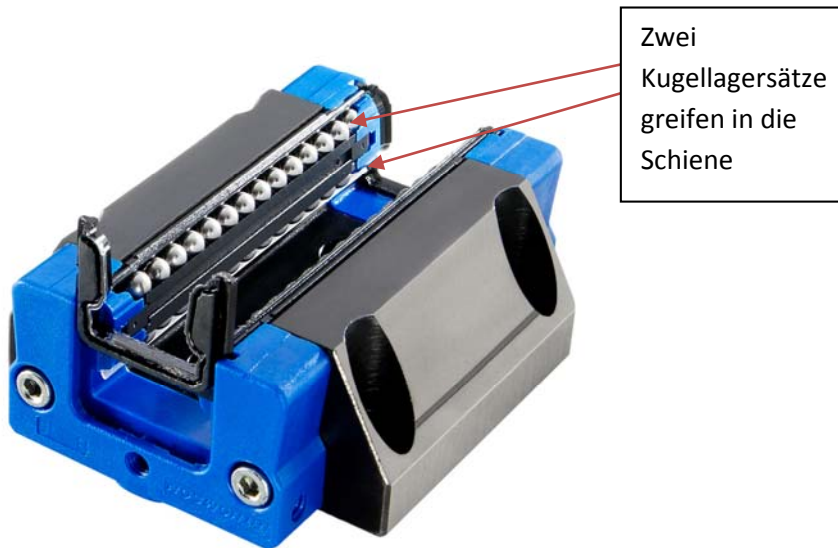

Abbildung 1: Kugellager in O-Anordnung
- *Kugellager in O-Anordnung:* Bei der O-Anordnung laufen je zwei Kugellagersätze nebeneinander (back-to-back) nach außen gerichtet im Inneren der Schiene, sodass eine hohe Momentbelastbarkeit entsteht (Abbildung 1). Die Abstützung erfolgt über eine der Kugelform angepasste Rille in der jeweiligen Innen- und Außenlaufbahn. Diese Kugellaufbahnritze hat einen etwas größeren Radius als die Kugeln selbst, da sich diese